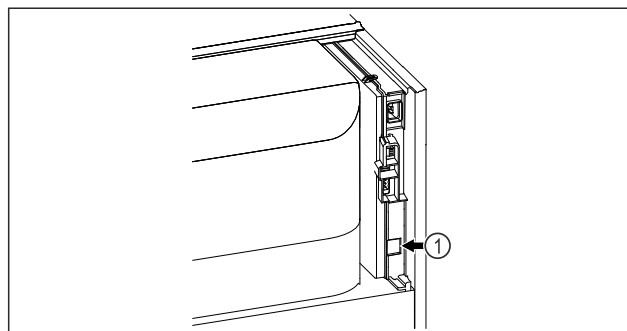

Fig. 82
- ❑ SmartModule Fig. 82 (1) установлен.